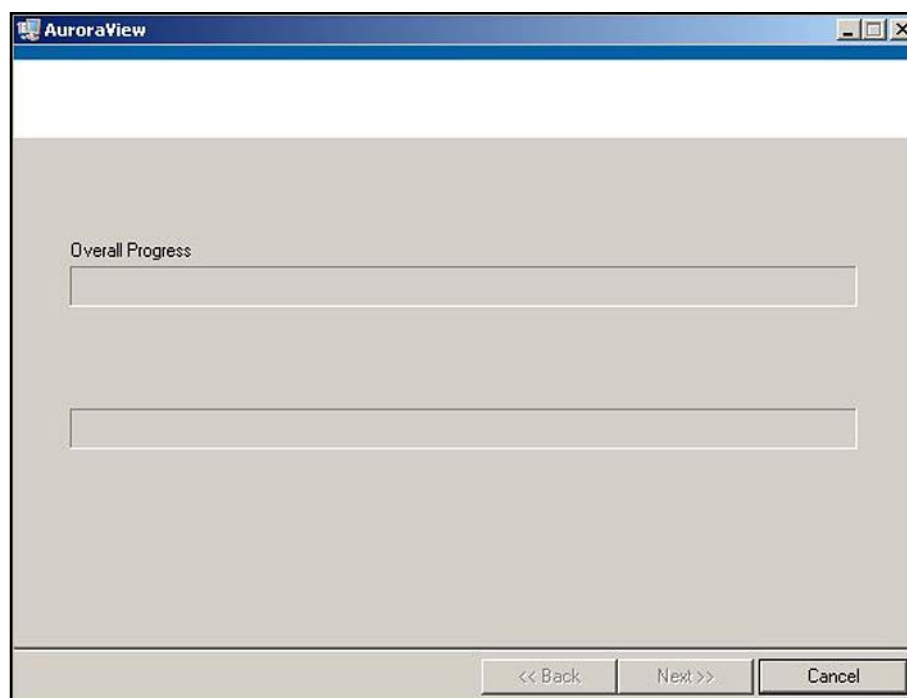

図 57: 全体の進行状況
8. インストール中は、以下の図 57 に示す画面が表示されます。